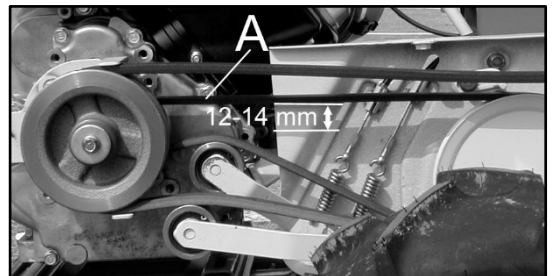

Figura 19
- Si la cuchilla no se detiene una vez soltada la palanca de la cuchilla, ajuste el cable de tensión de la siguiente manera: desatornille el tornillo de bloqueo (A, Figura 19) y desatornille la tuerca (B, Figura 19). Pruebe la máquina de nuevo. Realice el ajuste nuevamente si es necesario. Una vez realizado el ajuste, atornille el tornillo de bloqueo (A, Figura 19) en la tuerca (B, Figura 19).
- Si la cuchilla no se mueve al presionar la palanca de transmisión, ajuste el cable de tensión de la siguiente manera: desatornille el tornillo de bloqueo (A, Figura 19) y después atornille la tuerca (B, Figura 19). Pruebe la máquina de nuevo. Realice el ajuste nuevamente si es necesario. Una vez realizado el ajuste, atornille el tornillo de bloqueo (A, Figura 19) en la tuerca (B, Figura 19).